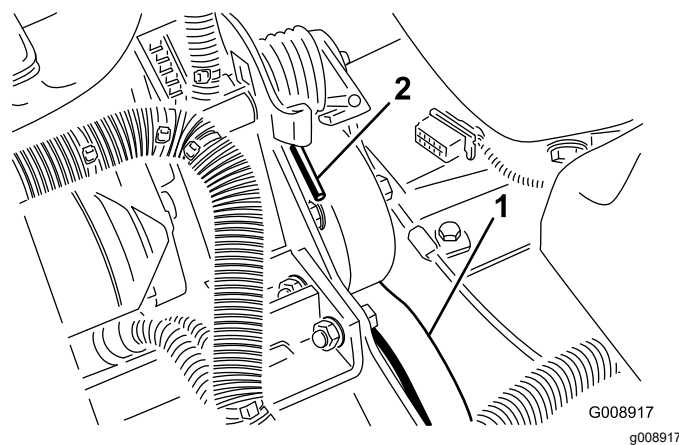

Рисунок 74
3. Нажмите вниз и вперед на конец пружины (Рисунок 74), чтобы вывести ее из зацепления с кронштейном и снять натяжение пружины.